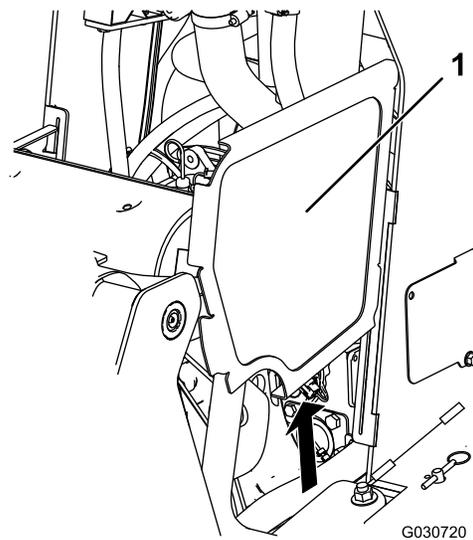

Figura 35
2. Deslize os painéis laterais (Figura 35) para cima e para fora das ranhuras no painel e estrutura frontais.